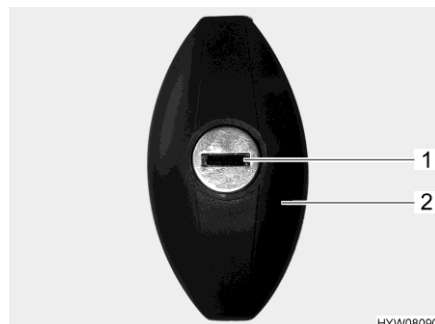

Fig. 58 Serrure du portillon (en forme d'ellipse, fermée)
- Insérer la clé dans le barillet (Fig. 58,1) et la tourner d'un demi-tour dans le sens inverse des aiguilles d'une montre. La poignée de la serrure (Fig. 58,2) ressort.